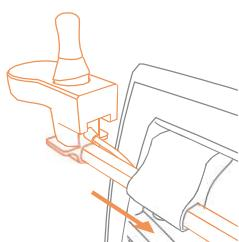

Figura 4: Deslice el controlador de joystick en el soporte.
- a. Asegúrese de que el cable del controlador de joystick esté desconectado antes de conectarlo. Desconecte aflojando los anillos de metal. Deslice el controlador de joystick desconectado a través del agujero en el soporte. Asegúrese de que el cable corre entre el marco y el controlador como se muestra en **(Figura 4)**.